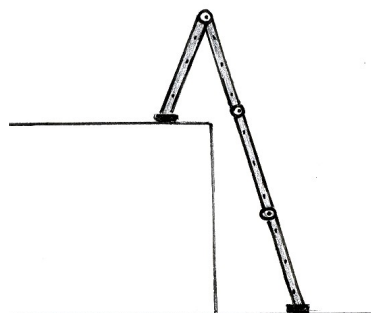

Fig. 24
- 2d)** configurazione per aggiustamento di livello (**Fig 24 - Rif.to 1**) ;